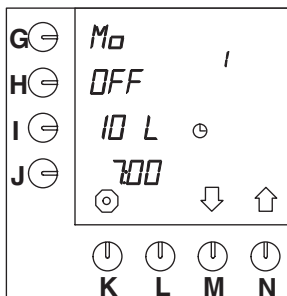

Fig. 14 Standaard voorgeprogrammeerde instelling
- Hierna verschijnt de eerstvolgende voorgeprogrammeerde tijdsinstelling in het display (fig. 14).
- Hierna verschijnt de eerstvolgende tijdsinstelling in het display (fig. 14).